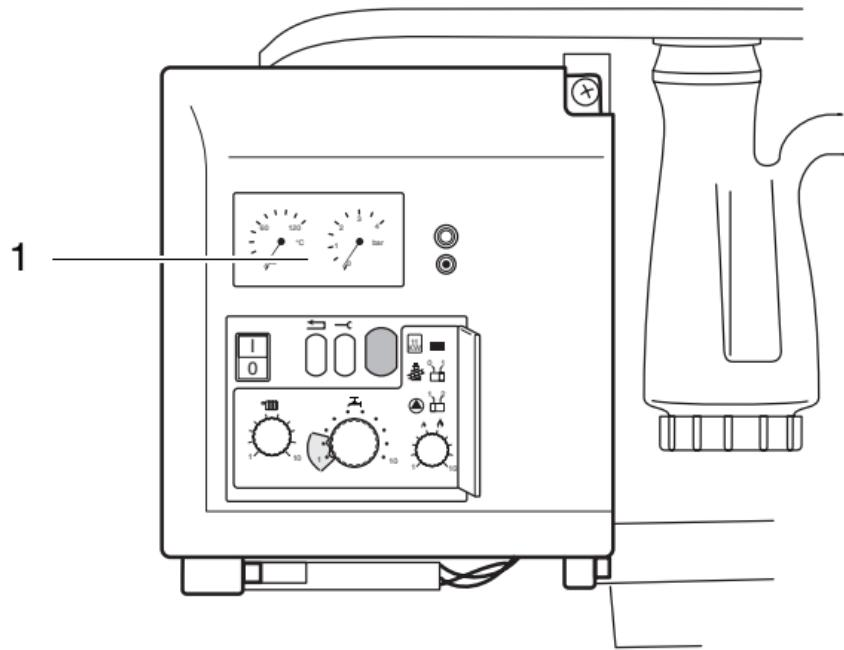
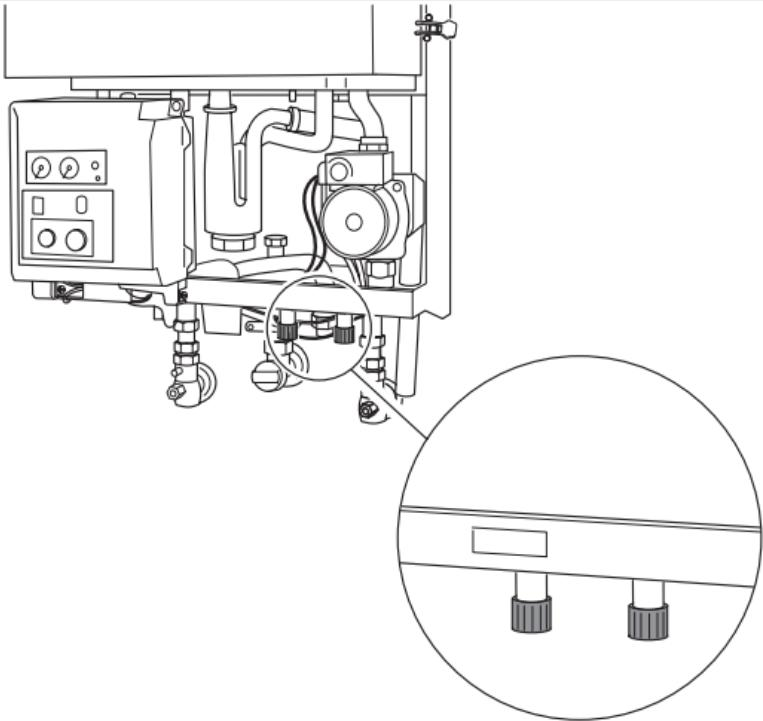

Fig. 4 Indicazione della pressione
Fig. 6 Rubinetti del disconnettore (soltanente disponibile con apparecchi Combi EcoTATA Princess HRC24
- Aprire il rubinetto dell'acqua e riempire l'impianto fino ad ottenere una pressione tra 1,0 e 1,2 bar (fig. 4, pos. 1). La pressione ottimale di riempimento è di 1,0 bar.
- Aprire il rubinetto dell'acqua e riempire l'impianto fino ad ottenere una pressione da 1,0 a 1,2 bar (fig. 4, pos. 1). La pressione ottimale di riempimento è 1,0 bar.
- Aprire entrambi i rubinetti del disconnettore (fig. 6) e riempire l'impianto fino ad ottenere una pressione da 1,0 a 1,2 bar (fig. 4, pos. 1). La pressione ottimale di riempimento è 1,0 bar.